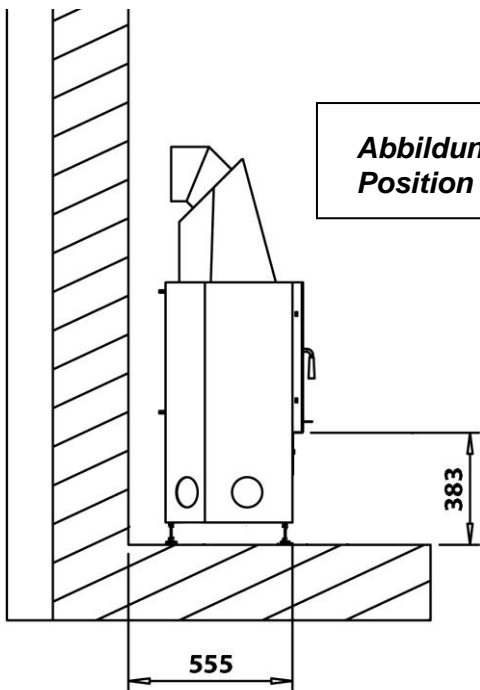

Abbildung: 1 Kamineinsatz in Position bringen
3. Den Kamineinsatz durch Verdrehen der Stellfüße mit Gabelschlüssel SW 13 in die richtige Höhe einrichten. Die ideale Höhe ist (siehe Abbildung 1) ersichtlich. Stellen Sie bitte zur Kontrolle den Sockel mit der Sockelplatte auf. Die Unterkante des Kamineinsatzes muss ca. 2-3 mm höher eingestellt sein, damit es zu keiner Rissbildung an den Bauteilen durch die Wärmeausdehnung kommen kann. (auch seitliche Fuge von ca. 2-3 mm von Kamineinsatz zu Betonteile einhalten) Achtung: Durch das Verkleben ändert sich die Gesamthöhe minimal: es ist jedoch möglich, den Kamineinsatz abschließend durch Verdrehen der Stellfüße in die gewünschte Höhe zu justieren).
4. Außerdem ist der Abstand zur Stellwand auf das richtige Maß einzustellen (siehe Abbildung 1).